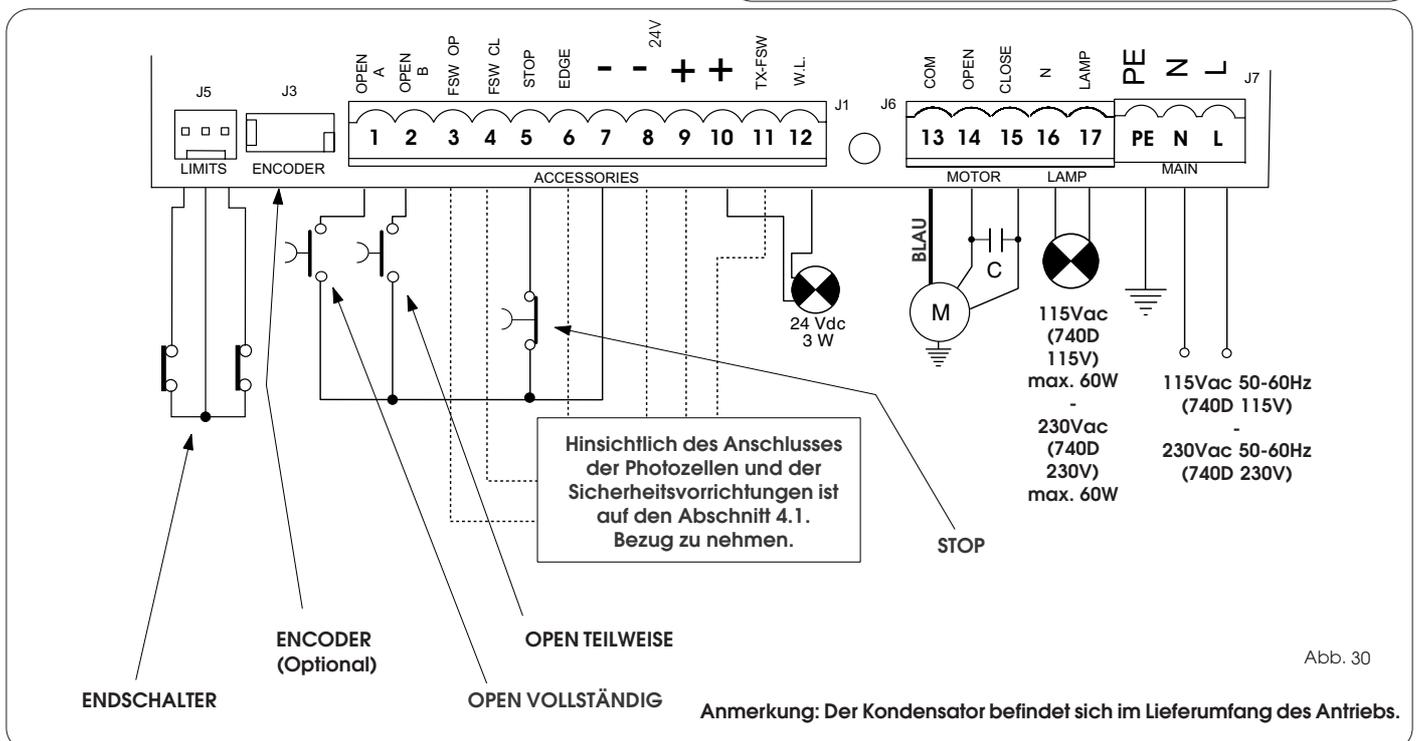

Abb. 30
- Das Erdungskabel ist an die entsprechende Klemme auf dem Stecker J7 des Geräts anzuschließen (siehe Abb. 30).
4.2. Klemmenbrett J7 - Versorgung (Abb. 30)
4.3. Klemmenbrett J6 - Motoren und Blinkleuchte (Abb. 30)
4.4. Klemmenbrett J1 - Zusatzgeräte (Abb. 30)
4.6. Stecker J6 - Schnellanschluß Endschalter (Abb. 30)
Dieser Eingang dient dem Schnellanschluß der Endschalter im Öffnungs- und im Schließvorgang, die den Stopp des Flügels, den Beginn der Abbremsungen oder auch die Bremsung einleiten können (siehe detaillierte Programmierung Kap. 5.2.). Bei den Getriebemotoren, bei denen die Steuerzentrale eingebaut ist, ist dieser Anschluß bereits serienmäßig vorverkabelt (Abb. 30). Für die Öffnungsrichtung des Flügels siehe detaillierte Programmierung Kap. 5.2.
4.7. Stecker J3 - Schnellanschluß Encoder (Abb. 30)